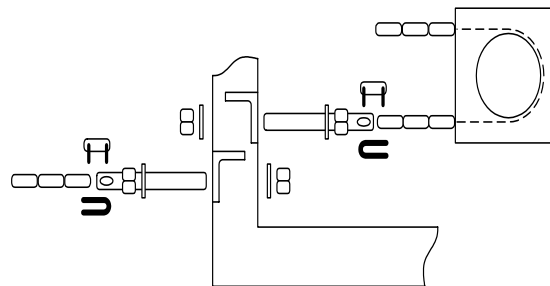

Figura 19
2. Asegure los brackets de cadena a la puerta como se muestra en figura 19. Los brackets de cadena deben estar pegados al marco de la puerta a fin de que estén aproximadamente 1 pulgada (2.54 cm) aparte.
4. Pegue la cadena a los pernos de cadena usando las conexiones maestras proporcionadas, y luego pegue los pernos de cadena a los brackets de cadena usando el material suministrado (figura 19). Haga cualquier ajustes a la longitud de la cadena en este momento.